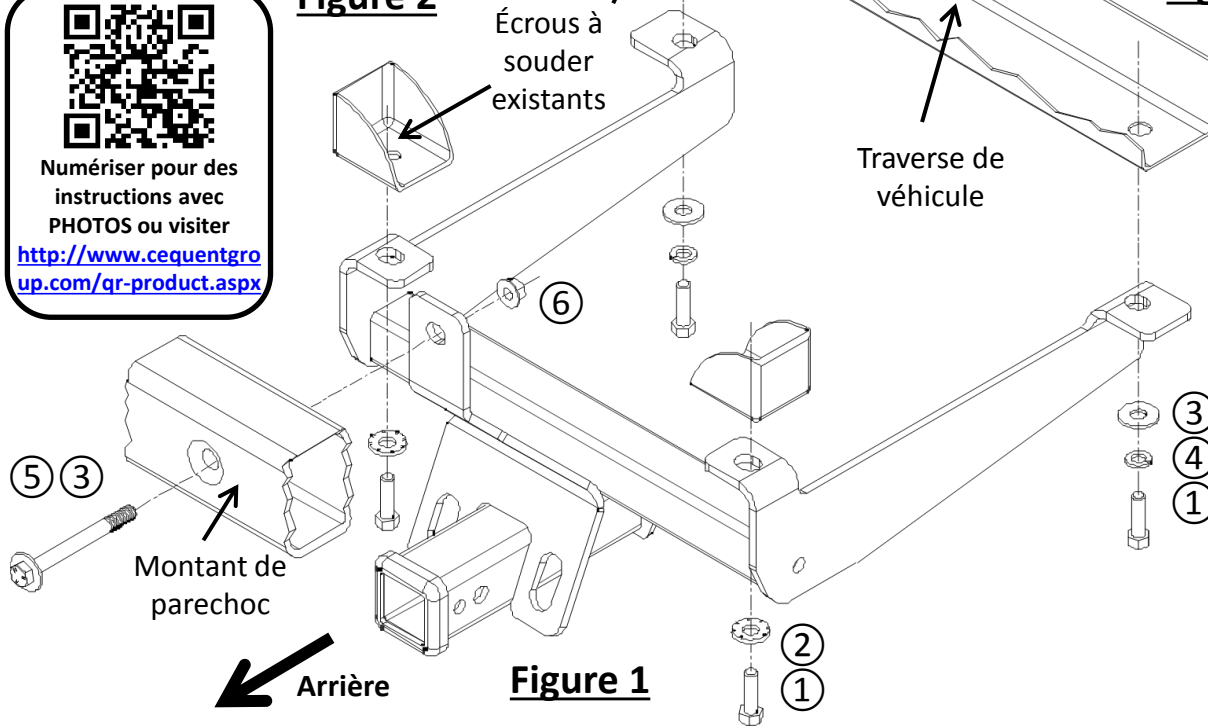

Figure 1
- Installation de l'attelage – soulever l'attelage en position et installer un boulon M12 sans le serrer ① avec une rondelle ② à l'arrière des écrous à souder de traverse de véhicule, et un boulon M12 ① avec des rondelles ③ ④ au l'avant des écrous à souder de traverse de véhicule, voir la Figure 1. Insérer un boulon ⑤ et une rondelle plate ③ dans un montant de parechoc et le visser sans le serrer avec un écrou à embase ⑥, voir la Figure 3.
2. Installation de l'attelage – soulever l'attelage en position et installer un boulon M12 sans le serrer (1) avec une rondelle (2) à l'arrière des écrous à souder de traverse de véhicule, et un boulon M12 (3) avec des rondelles (3) (4) au l'avant des écrous à souder de traverse de véhicule, voir la Figure 1. Insérer un boulon (5) et une rondelle plate (3) dans un montant de parechoc et le visser sans le serrer avec un écrou à embase (6), voir la Figure 3.